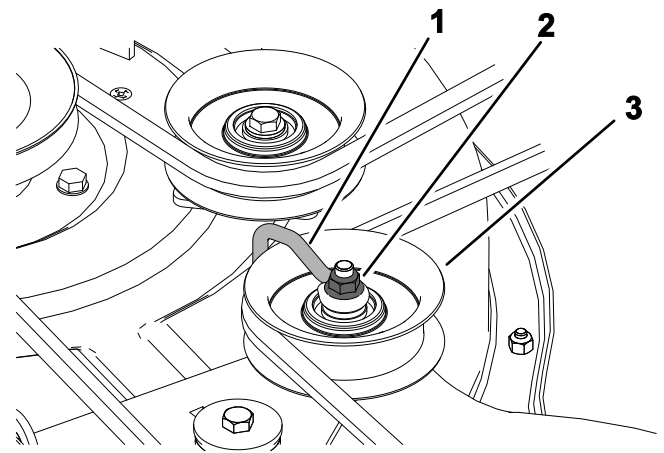

図 56
6. 3枚ブレードのデッキでは、ワイヤフォームをアイドラプーリに固定しているナットをゆるめる 図 56。
**注** ワイヤフォームをアイドラアームに対して 図 56のようにセットする。